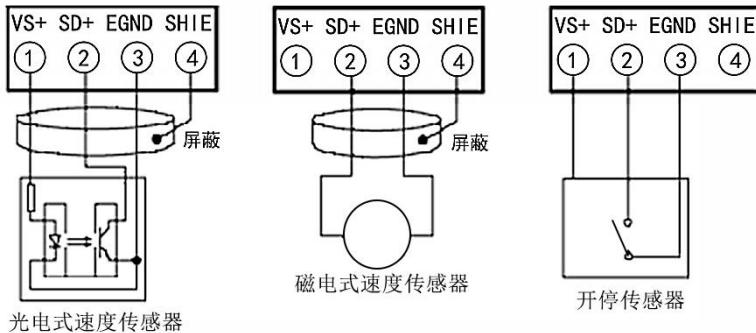

图 13-14-15 光电式、磁电式、开停传感器的连接
速度传感器通常具有两种类型：光电式速度传感器和磁电式速度传感器，当仪表设置为速度内给方式时，速度传感器也可采用皮带开停传感器代替，图 13-14-15 显示了采取不同的速度传感器时的连接方法。
- 3) 接线：按照图 13-14-15 连接开停传感器，也可以连接控制设备启停的继电器的常开触点；